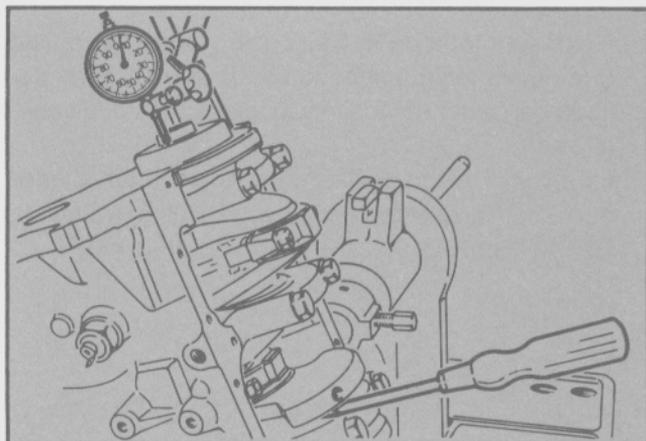

Fig. 41 - Verificación del juego longitudinal
- Comprobar el juego longitudinal del cigüeñal utilizando un micrómetro comparador. Si es necesario corregir el juego longitudinal, utilizar las semiarandelas de empuje sobremedida (Fig. 41).